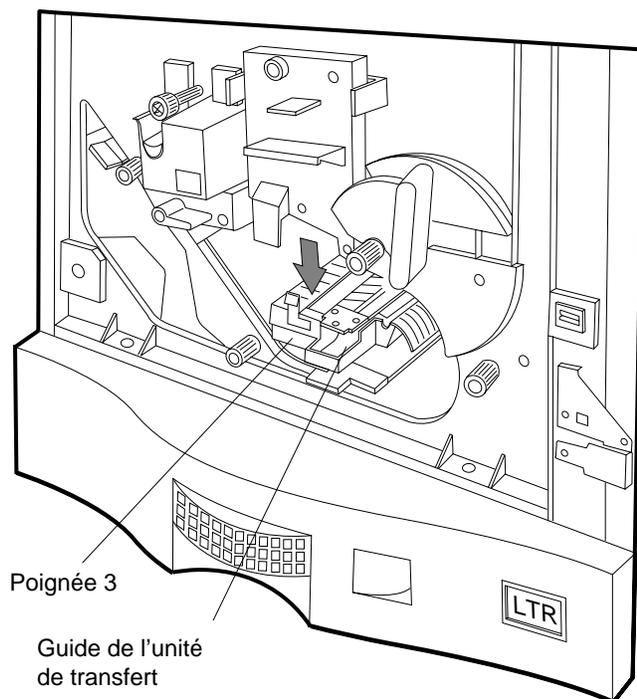

Figure 4-23 Poignée 3 et guide de l'unité de transfert
2. Tout en tirant sur la poignée 3, abaissez doucement le guide de l'unité de transfert, comme illustré à la Figure 4-23.